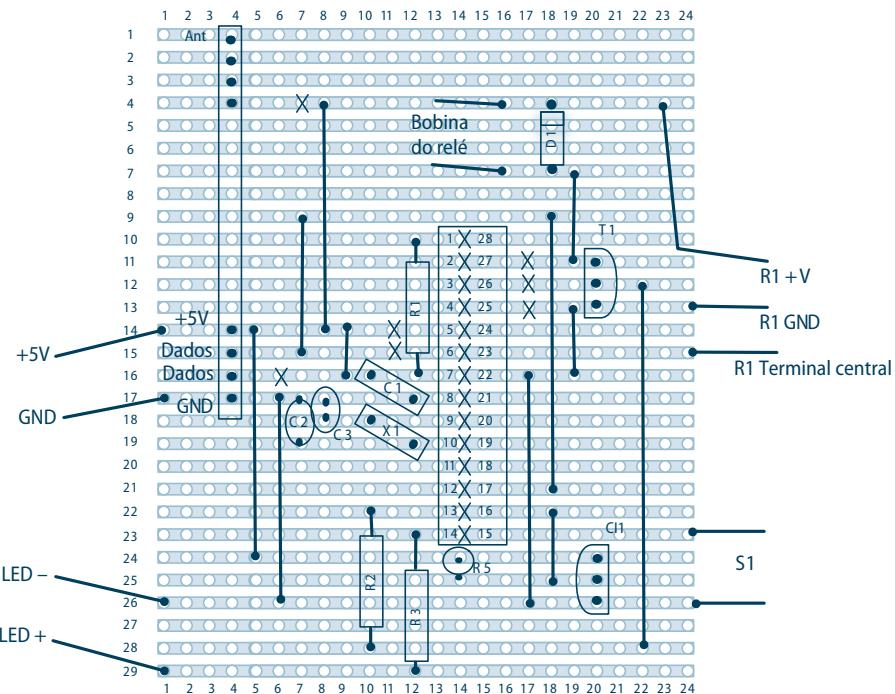
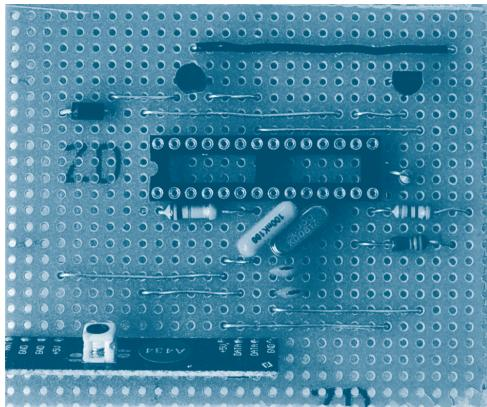

Figura 9-5 A disposição dos componentes na placa perfurada.
Figura 9-9 A placa perfurada completa.
A Figura 9-5 mostra a disposição dos componentes na placa perfurada para o termostato.
Como você pode ver, há diversos cortes para fazer na placa. Como na placa de interface de áudio do Capítulo 7, use uma microrretífica para fazer cortes nos lugares indicados das trilhas. Na Figura 9-5, a placa é vista de cima.
* N. de T.: O módulo de recepção de RF aparece à esquerda na Figura 9-5 e embaixo na Figura 9-9. Combinando as duas figuras, você poderá identificar os pinos do módulo.
Quando tudo estiver conectado, a placa ficará como na Figura 9-9.
Neste ponto, uma inspeção completa da placa é uma boa ideia. Verifique a parte de cima da placa verificando se todos os componentes e as conexões estão nos lugares indicados pela Figura 9-5. Examine também a parte debaixo da placa conferindo se todos os cortes de trilha estão nos lugares corretos e se não há pontes acidentais de solda entre as trilhas.